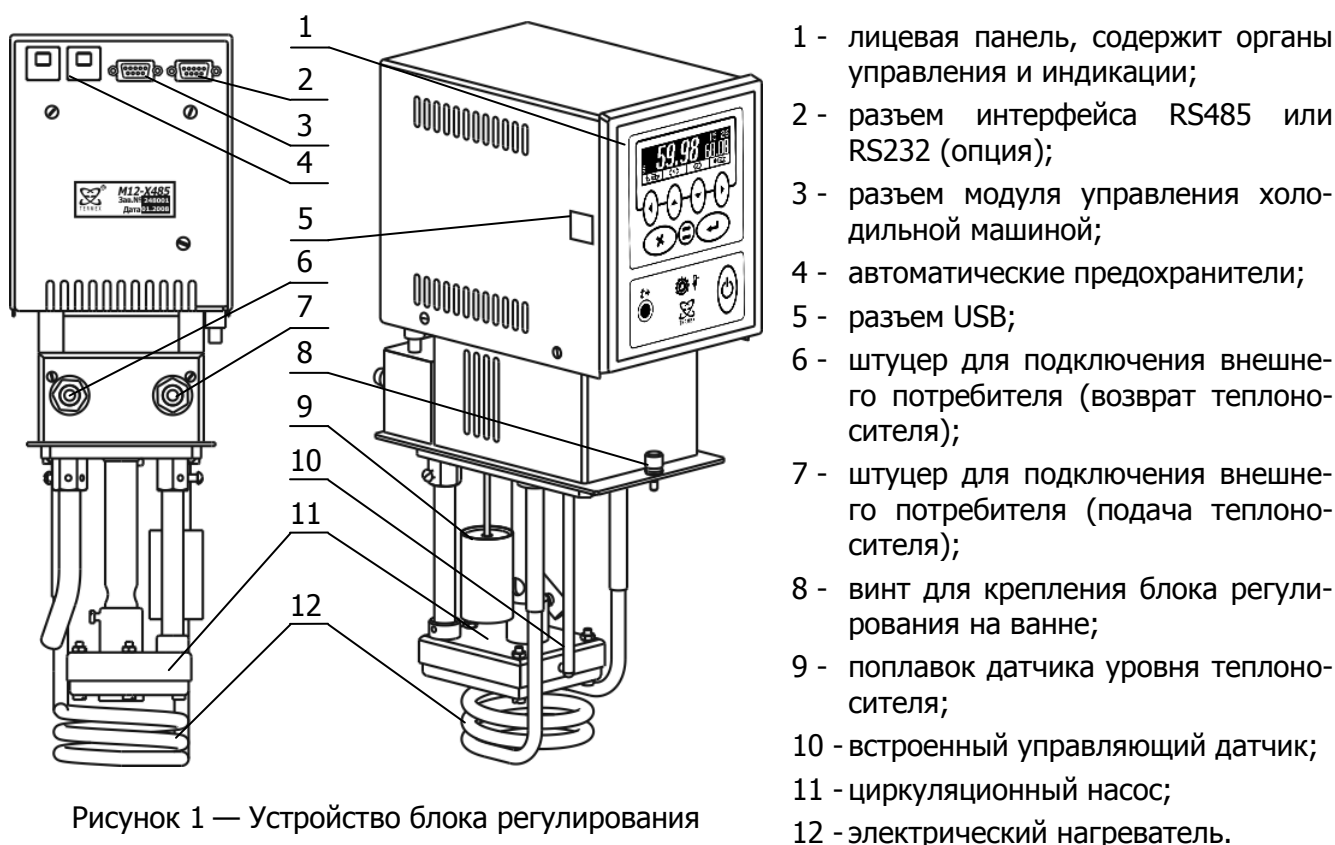

Рисунок 1 — Устройство блока регулирования
1.4.2 Работа блока регулирования заключается в поддержании заданной температуры теплоносителя, циркулирующего в ванне термостата, а также, во внешнем потребителе в случае его подключения. Циркуляция теплоносителя обеспечивается насосом 11 (рисунок 1). Подача теплоносителя внешнему потребителю производится через штуцер 7, а его возврат в ванну термостата — через штуцер 6.
В процессе работы блока регулирования на дисплее 13 отображается температура теплоносителя, значение уставки (задание), мощность нагрева, текущее время и дополнительная служебная информация. Установка режимов работы блока регулирования осуществляется органами управления, расположенными на лицевой панели 1 (рисунок 1).
2.2.1 Установить блок регулирования на ванне так, как указано в руководстве по эксплуатации термостата и закрепить винтом 8 (рисунок 1).